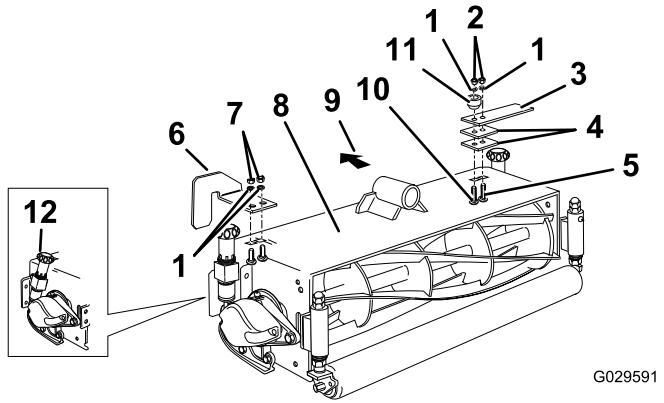

Bild 10
7. 254mm-Schneideinheiten: Montieren Sie den Stoßanschlag, zwei Rollenkastenplatten und die Rollenplatte mit einer Schlossschraube (M10 x 55 mm), einer Sechskantschraube (M10 x 90 mm), zwei Sicherungsmuttern (M10) und zwei Scheiben (M10) an den Schneideinheiten 2 und 6 (Hydraulikmotorende), siehe Bild 10.